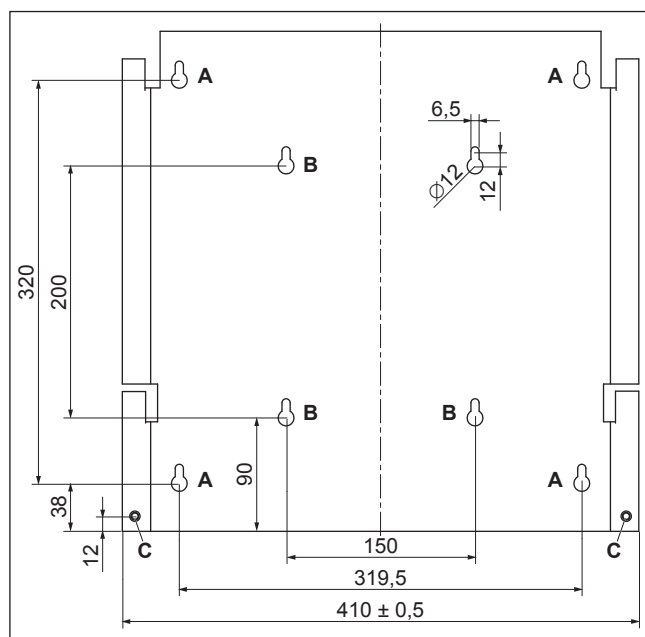

Abb. 7.3.: Maßzeichnung der Montageplatte
oder die 4 Bohrungen **B** (siehe Abb. 7.3). Sie können die Montageplatte als Schablone zur Markierung der Bohrlöcherpositionen verwenden.
4. Sichern Sie den Solar-Wechselrichter an der Montageplatte, indem Sie die Montagemuttern und Unterlegscheiben auf den Gewindebolzen setzen und festziehen (siehe Abb. 7.3, Position C). (Die Gewindebolzen werden auch zum Verbinden des Erdungskabels mit dem Solar-Wechselrichter verwendet.)
- Zum Verbinden des Erdungskabels mit dem Solar-Wechselrichter (siehe Abb. 7.3, Position C), wird zusätzlich eine Sicherungsscheibe benötigt.